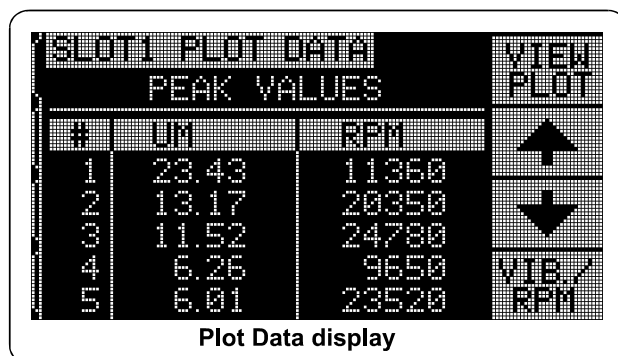

Fig. 20
- 1) **AFFICHAGE DONNEES.** Appuyer sur cette touche modifie l'affichage, qui va maintenant afficher une liste des pics de vibrations (Fig. 20). Il s'agit des 20 valeurs les plus élevées, ou moins, qui ont été décelées dans la plage de régimes sélectionnée. La touche VIB./TMIN de cet écran modifie l'ordre des valeurs affichées et les montre maintenant triées soit par ordre de hauteur de ces vibrations, soit par régimes. Les touches fléchées sont ici utilisées pour naviguer vers le haut ou vers le bas de ces valeurs pics. La touche AFFICHAGE GRAPHIQUE permet de revenir au dernier graphique affiché.